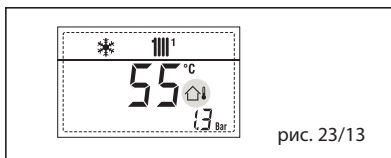

рис. 23/13
– **СРАБАТЫВАНИЕ ПРЕДОХРАНИТЕЛЬНОГО ТЕРМОСТАТА ПЕРВОЙ СМЕШАННОЙ ЗОНЫ “ТРЕВ 20”** (рис. 23/14)